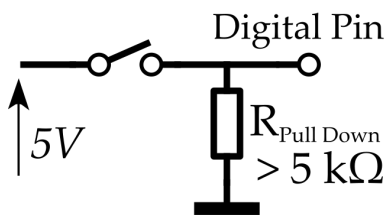

FIGURE 6.5: Insertion d'une résistance pull-down pour stabiliser l'état LOW des entrées digitales
(voir figure 6.5), cette résistance a pour rôle d'assurer que lorsque l'interrupteur est ouvert le pin d'entrée de l'Arduino est la masse. Lorsque le bouton est pressée, d'une part la résistance de Pull-down se trouve en parallèle de la résistance d'entrée de l'arduino, d'autre part un courant a priori non négligeable³⁰ circule dans la résistance $R_{\text{pull down}}$ de telle sorte qu'avec une tension de 5V à ses bornes, il faut au moins prendre une résistance de $5\text{k}\Omega$ pour limiter le courant à environ 1mA
2. Insérer une résistance de pull-down (cf fig 6.5) pour stabiliser l'état LOW de l'entrée digitale de l'arduino.